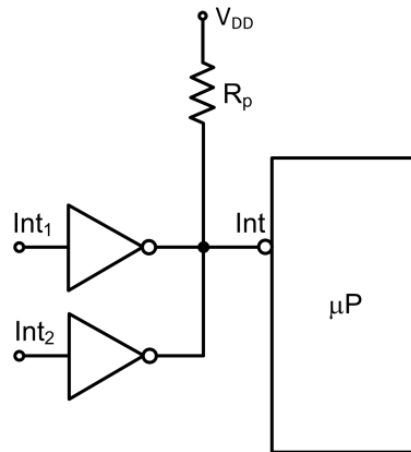

Fig. 9.17. Ejemplo de conexión OR cableada.
Esta conexión es más conocida como OR cableada (*wired-OR*) porque la salida es baja (L) si es baja alguna de las salidas, lo que corresponde a una puerta OR en lógica negativa. Se usa en buses de comunicaciones, por ejemplo I2C, que es un bus serie para intercambio de información entre un procesador y periféricos, y en interfaces de computador, para interconectar las salidas de petición de interrupción de varios periféricos a una entrada de interrupción del procesador (ver Fig. 9.17).